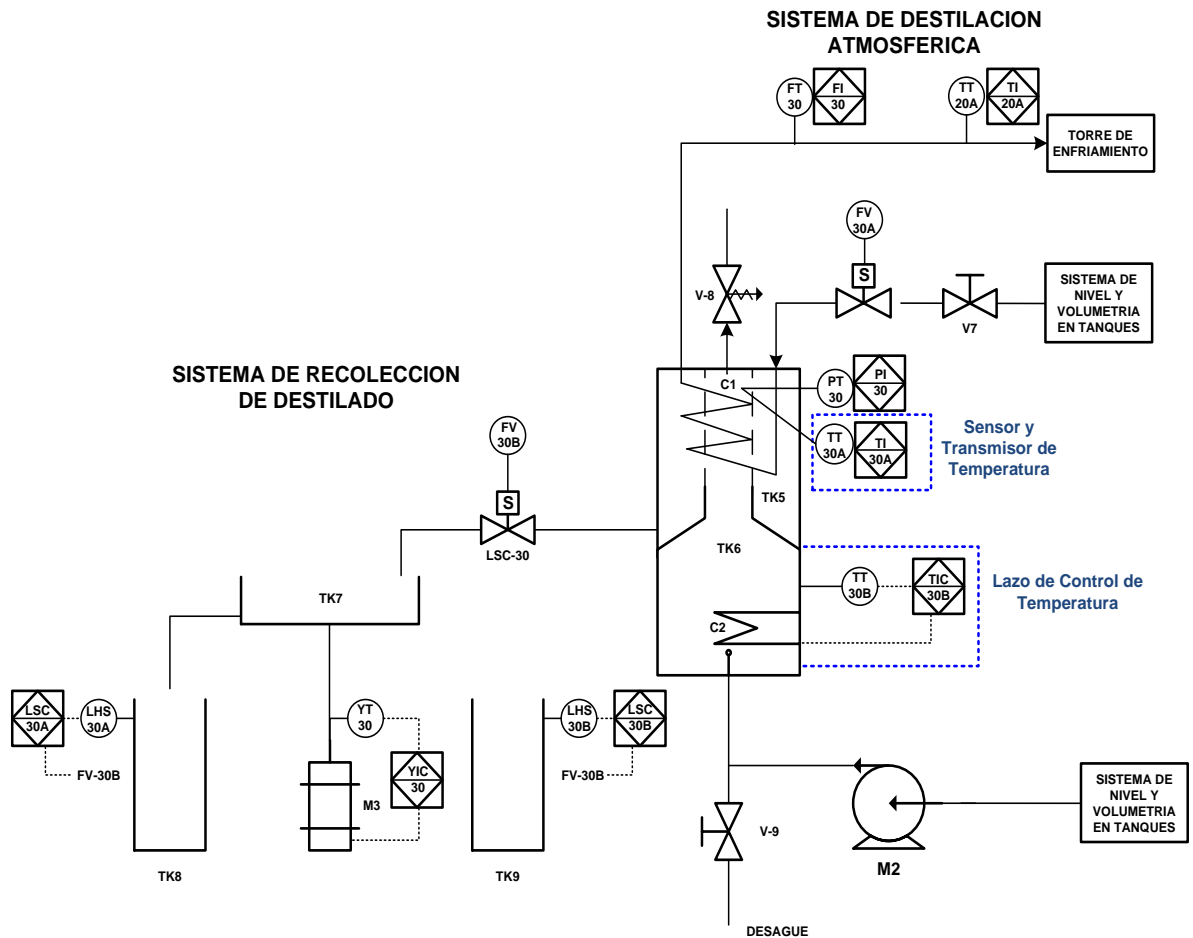

Figura 29. Lazo de Control de Temperatura del Sistema de Destilación [11]
En el sistema de destilación atmosférica se implementarán dos (2) RTD PT100 y sus respectivos SITRANS TH100, que se identifican como “TT-30A” y “TT-30B”. Las RTD medirán la temperatura del vapor de agua y del agua en “TK6”, respectivamente, y el transmisor establecerá de acuerdo a la señal suministrada por la RTD la señal correspondiente. Por otra parte “TT-30B” constituye el sensor y transmisor de temperatura del lazo de control de temperatura para este sistema. (Ver figura 29).